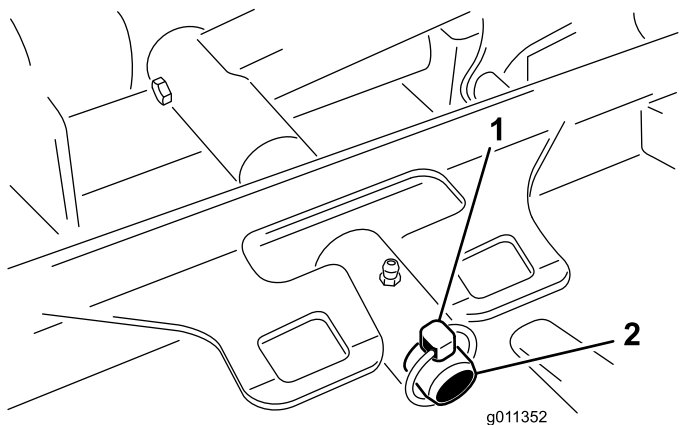

Figura 72
3. Retire el pasador de seguridad (para máquinas Groundsmaster 4500) o la tuerca de retención (para máquinas Groundsmaster 4700) que sujeta el bastidor de tiro de la carcasa a la barra de giro del brazo de elevación (Figura 72).
2. Deslice el bastidor de tiro de la carcasa sobre el pasador de giro del brazo de elevación (Figura 72). Sujete la carcasa al pasador con el pasador de seguridad (para máquinas Groundsmaster 4500) o la tuerca de retención (para máquinas Groundsmaster 4700).